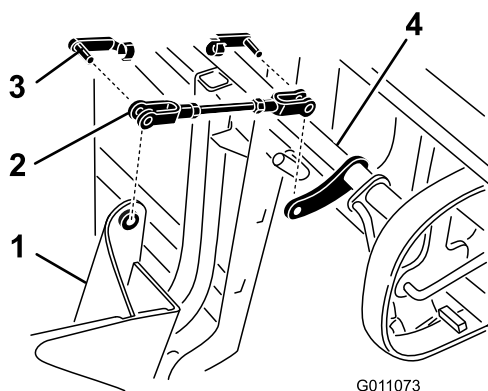

Figure 13
9. Montez les chapes sur le système de ramassage et la poignée et fixez-les avec 2 axes de chape élastiques (Figure 13).
10. Tournez la tringlerie de la poignée vers le haut jusqu'au système de ramassage et fixez-la avec un axe de chape élastique (Figure 13). Au besoin, desserrez et tournez la chape pour l'aligner sur le système de ramassage.